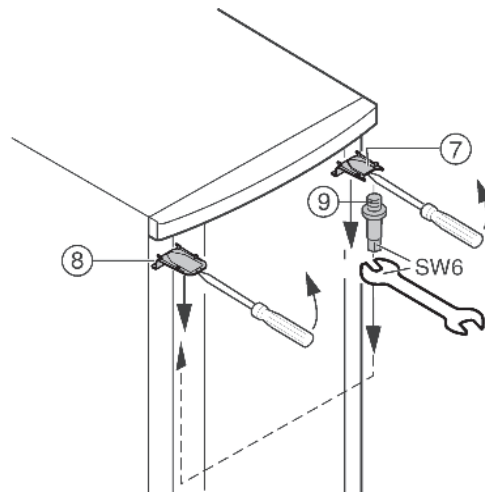

Fig. 6
- Odstraňte kryt Fig. 6 (7) a kryt Fig. 6 (8) šroubovákem vpředu uvolněte ze západek a odstraňte pohybem šikmo směrem dolů.
- Vyšroubujte ložiskové čepy Fig. 6 (9) a na protější straně zašroubujte silou (4 Nm).
- Namontujte opět kryt Fig. 6 (7) na straně ložiskového čepu: vzadu nasadte, vpředu nechte zaskočit do západek.
- Namontujte opět kryt Fig. 6 (8) na protější straně: vzadu nasadte, vpředu nechte zaskočit do západek.
- Zavěste dveře nahoře do ložiskového čepu Fig. 6 (9).